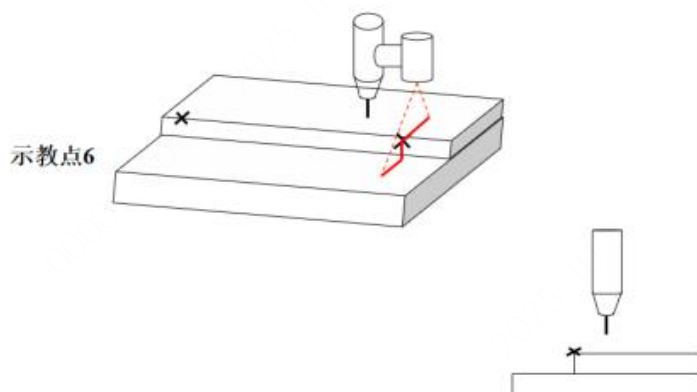

图 3-56 激光器十点法标定姿态 6
(5) 返回示教点 4，只移动 X、Y、Z 使得激光线与参考点 2 重合，激光线的中心位于焊缝结合线的右侧，且 TCP 末端不在焊缝的结合线上，记录示教点 6，如图 3-56 所示。